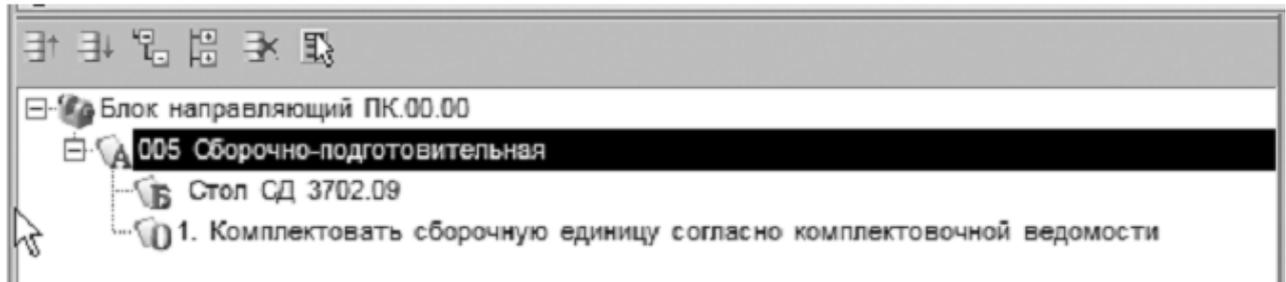

Рисунок 7.
22. В открывшемся окне справочника на вкладке Объекты фильтрации снимите галочку напротив объектов Агрегатно-сборочный 5/2 и Сборочно-подготовительная, а затем в дереве оборудования последовательно выберите Сборочное оборудование – Для сборки – Стол – Стол СД 3702.09 и двойным щелчком левой кнопкой мыши примените элемент (рис. 7).